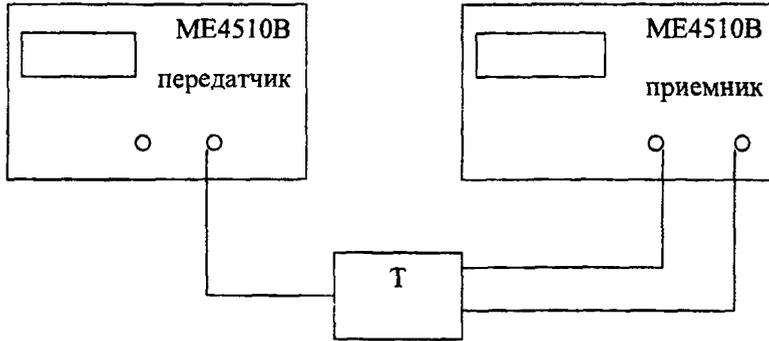

Рисунок 26
3.4.15. Для определения собственной неравномерности характеристики разности абсолютных времен распространения соединить выход IF OUTPUT передатчика через направленный ответвитель НО со входом IF INPUT и SUB IF INPUT приемника (Рисунок 26)